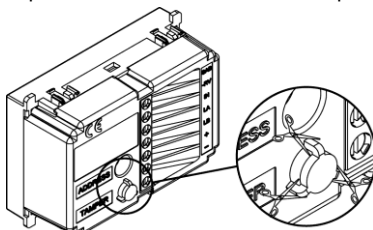

Figura 19 – Protezione tamper
**! ATTENZIONE:** La protezione per la molla del tamper (figura 19) va tagliata sia quando la tastiera viene alloggiata nella scatola da parete, sia quando viene alloggiata in una scatola da incasso.